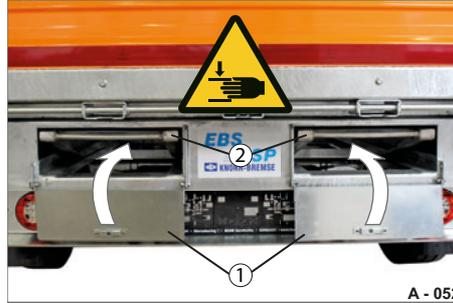

Abb. 62 Auffahrbohlen sichern
- ▶ Schieben Sie die Auffahrbohlen (Abb. 62/2) von hinten aus, komplett in die Auffahrbohlen-Schächte hinein.